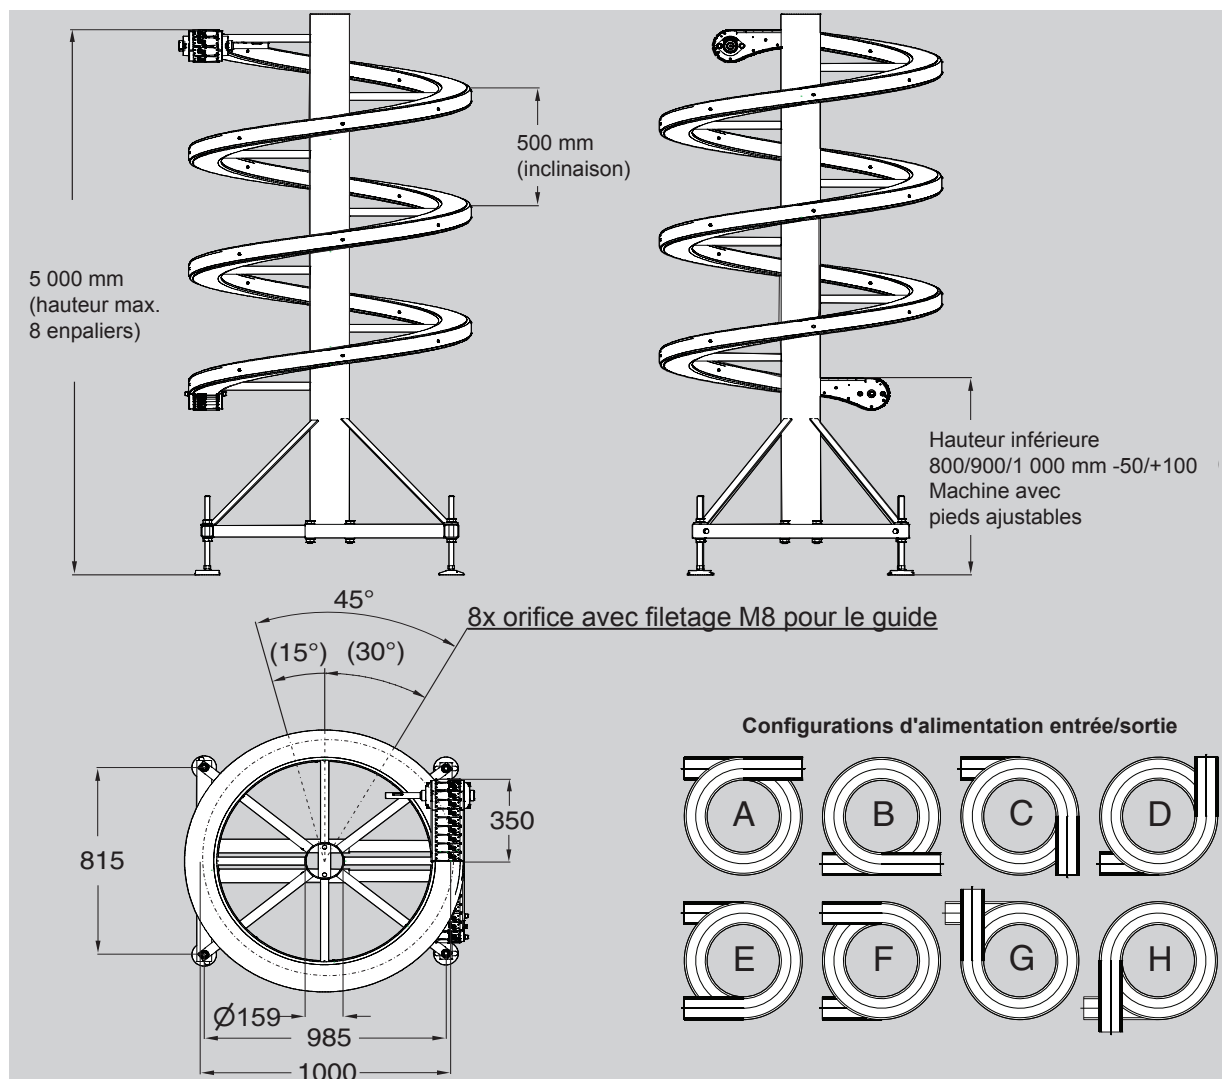

Figure 1 Informations techniques de l'élévateur spiralé/Configuration
- D Configuration en acier doux (S)
- E Configuration ; par exemple A, reportez-vous à la Fig. 1